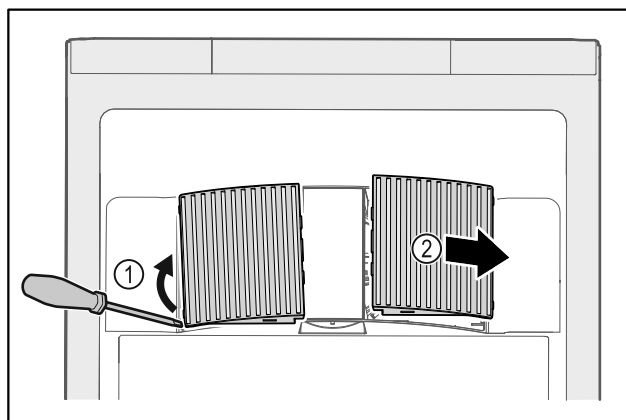

Fig. 234
- ▶ Väännä tuulettimen suojuksen varovasti sivulta pois paikaltaan Fig. 234 (1) ja poista suojuksen etukautta Fig. 234 (2).